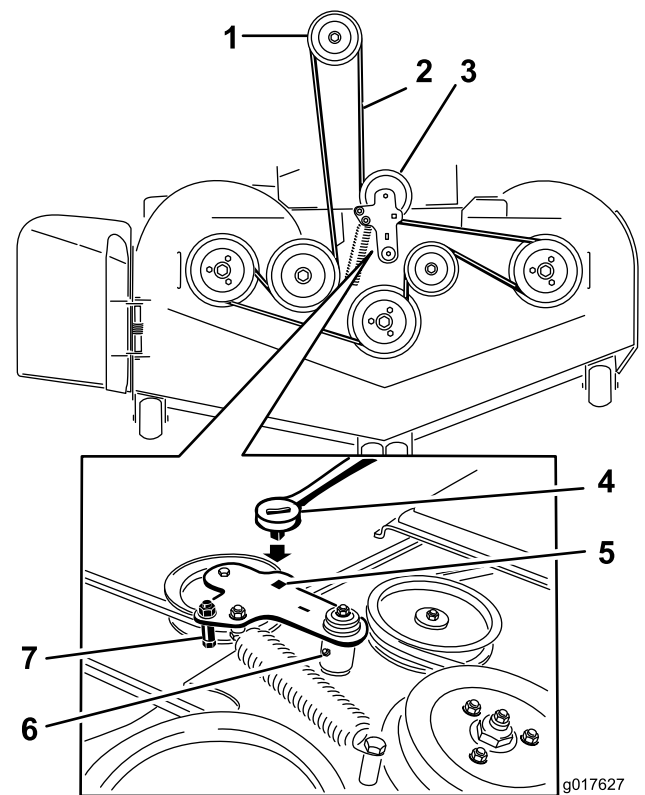

Figura 83
5. Levante la chapa de suelo e introduzca una llave dinamométrica en el taladro cuadrado del brazo tensor de la carcasa (Figura 83).
6. Gire cuidadosamente el brazo tensor de la carcasa en sentido horario y retire la correa del cortacésped (Figura 83).